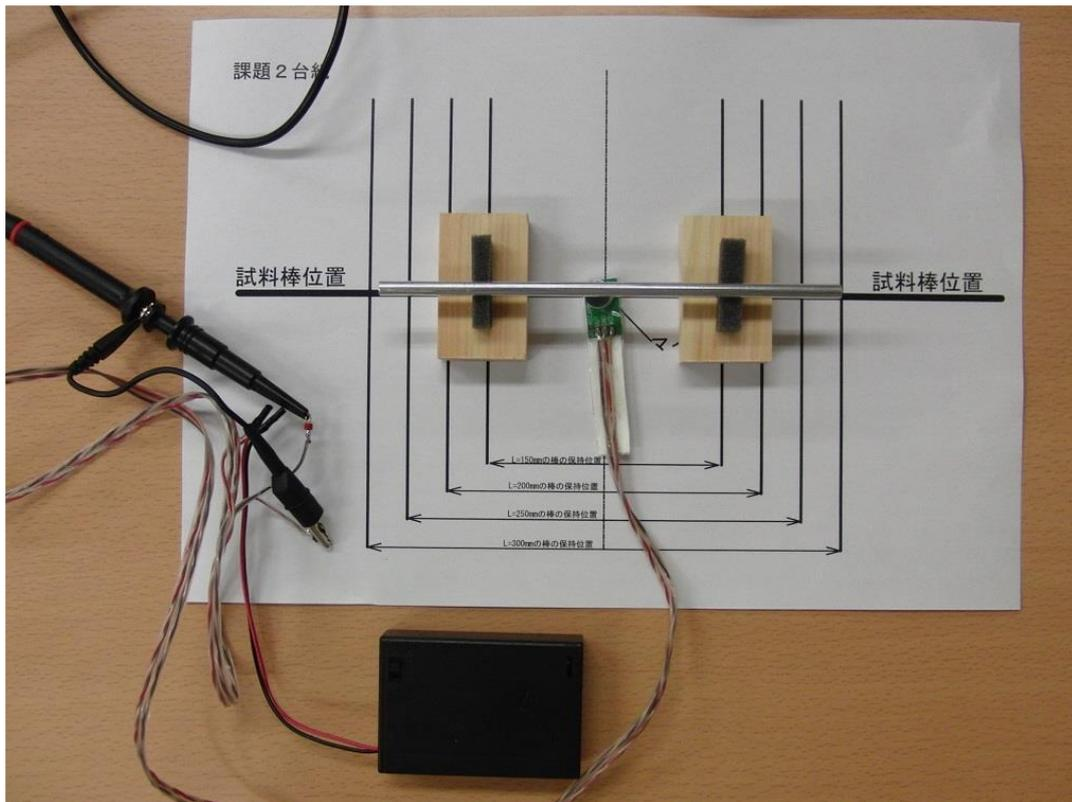

図 1-1 実験課題 1 の装置組立図
- ② マイクは準備課題 4 で準備が済んでいるはずである。図 1-1 のように、台紙 (A4 サイズの紙) の中央の位置にマイクを両面テープで取り付ける。マイクのリード線の赤端子を CH1 のプローブのフックに、黒端子を CH1 のプローブのワニ口クリップに接続し、電池ボックスのスライドスイッチを ON にする。
- ② 金属棒の長さによって台紙に記された位置に支持台を置く。
- ③ 金属棒を、支持台の上に置く。そのとき、金属棒の中央が台紙の中央線上になるようにする（図 1-1 参照）。金属棒の中央に油性マーカーペンなどで目印をつけるとよい。
- ④ 丸ゴム樹脂のたたき棒の灰色側（軟かい方）で金属棒の中央を軽くたたく。たたいた後、金属棒を指で触れて、金属棒が振動していることを確かめなさい。
- ⑤ 次に、オシロスコープの「RUN/STOP」ボタンを押して緑色に点灯しているのを確認したら、丸ゴム樹脂たたき棒の灰色側で金属棒の中央を軽くたたく。正弦波に近いきれいな波形が観測されたら、もう一度を「RUN/STOP」ボタンを押して画面表示を固定する。たたき方などによっては、初めきれいな波形にならないことがあるが、少し時間がたつと正弦波に近い波形になるので、その場合は少し待ってから「RUN/STOP」ボタンを押すとよい。なお、強くたたきすぎるときれいな波形にならないのでたたき方の加減に注意する。
- ⑥ ⑤の操作を複数回行い、振動の周期が毎回ほぼ同じであることを確認してから、周期の測定を 1 回行いなさい。周期の測定にはオシロスコープのカーソル機能を利用できる。手引き§8 を参照して、表示された振動波形の周期を求めなさい。周期を精度よく決めるためにはどのようにするのがよいか工夫しなさい。場合によっては「SEC/DIV」のつまみを回して一目盛の時間間隔を変えて波形を撮り直してもよい。
- ⑦ 長さの違う 4 本の金属棒それぞれについて、周期の測定を行いなさい。